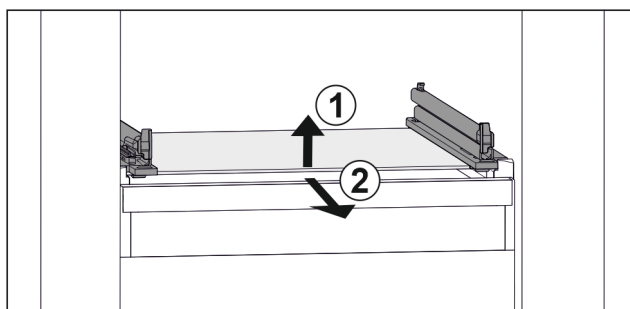

Fig. 139 Vejledende visning af glaspladen
- ▶ Løft glaspladen foran. Fig. 139 (1)
- ▶ Tag glaspladen ud fremefter. Fig. 139 (2)